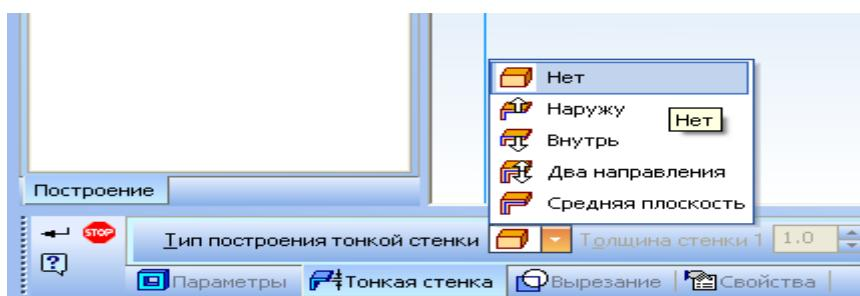

Рис. 21
**Тип построения тонкой стенки – нет** (рис. 21)